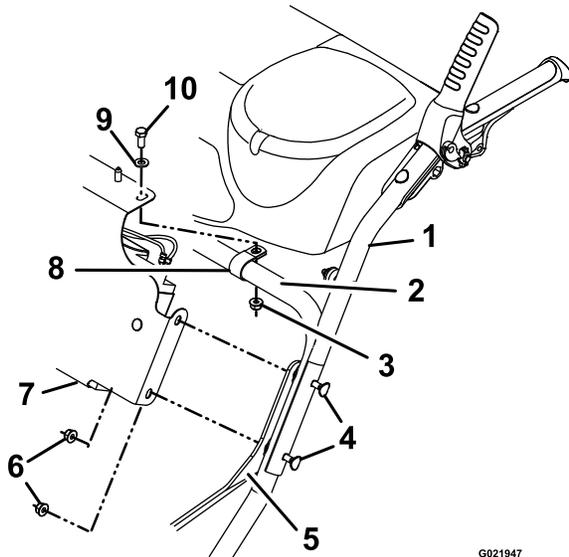

Figura 3
3. Instale las abrazaderas en R en el travesaño del manillar y vuelva a conectarlas al soporte de la batería según se muestra en Figura 3.
4. Retire y guarde las tuercas del lado izquierdo del manillar, según se muestra en Figura 3.